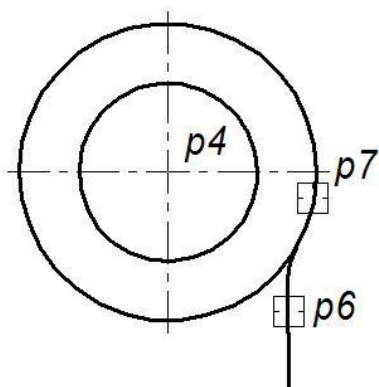

рис. 4
9. Выбрать команду **Скругление**, задать на Панели свойств **Радиус скругления** 10 мм, а также режимы **Усекать первый элемент** и **Не усекать второй элемент**. Последовательно указать мишенью на последний нарисованный отрезок (точка **p6** на рис. 4) и на окружность радиусом 50 мм с центром в точке **p4** (точка **p7** на рис. 4).
Результат выполнения команды **Скругление** приведен на рис. 4.